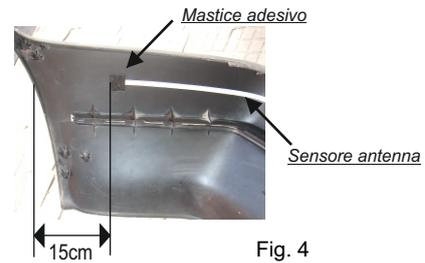

Fig. 4
Tagliare via la parte del sensore antenna non utilizzata e **bloccarne bene** le due estremità con lo speciale mastice adesivo in dotazione (fig.4). Applicare uno strato di antiurto a spruzzo o pennello su tutta la lunghezza del sensore antenna (consigliato). Non utilizzare silicone.
1) E' importante iniziare e finire l'applicazione del nastro a circa 15 cm da entrambe le estremità del paraurti (fig.4).